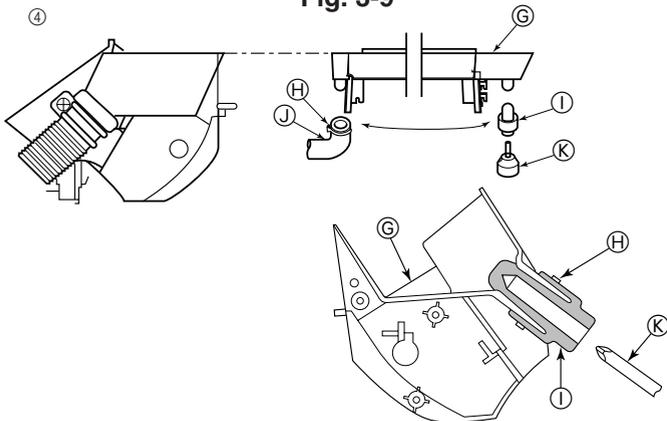

Fig. 3-10
- 4 De afvoerslang kan op twee plaatsen worden aangebracht. Gebruik de plaats die voor u het gemakkelijkst is en verwissel indien nodig de plaats van het afvoerbakje, de rubberen plug en de afvoerslang. (Fig. 3-10)